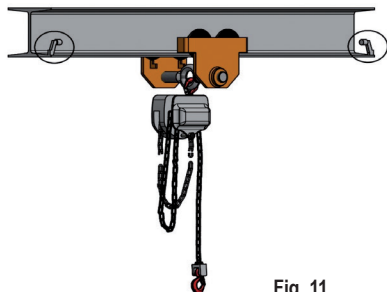

Fig. 11
- ⚠ Assicurarsi della presenza dei fine corsa sulla trave (vedi fig. 11). Se un finecorsa è rimovibile, assicurarsi di ripristinarlo dopo l'accesso del carrello.